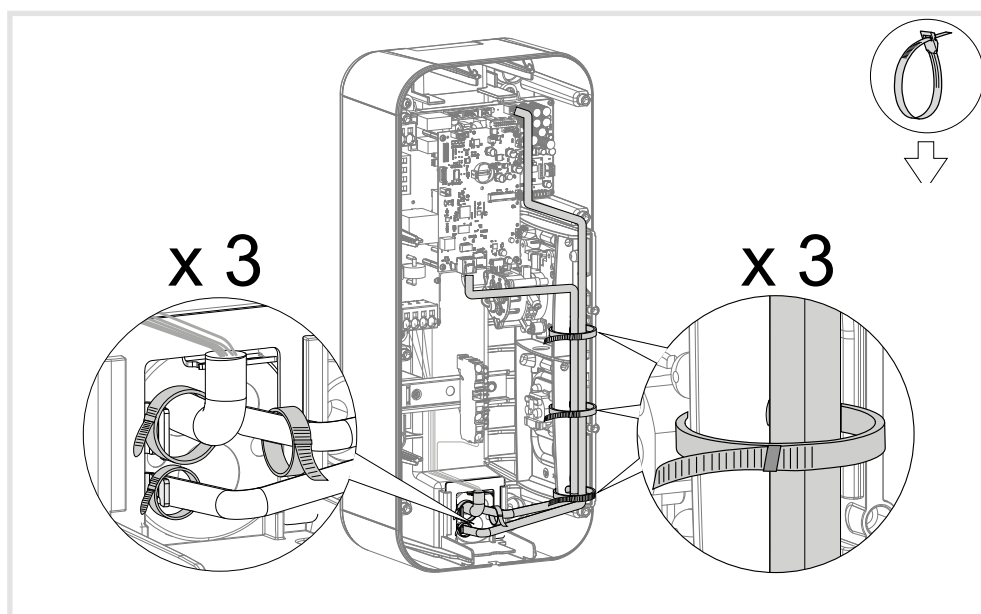

Bild 19: Zugentlastung herstellen
- Zugentlastung gemäß Bild 19 herstellen.
- Zugentlastung mittels Kabelbindern herstellen (Bild 19).